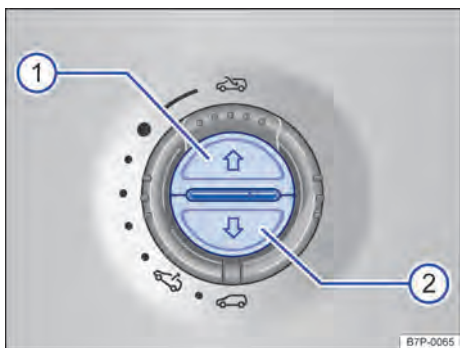

Fig. 264 No revestimento do teto dianteiro: botões para abrir ou fechar a cortina de proteção solar.
- Acionar o botão ⇒ Fig. 264 ② por aproximadamente 5 segundos e mantê-lo pressionado até que a cortina de proteção solar esteja completamente fechada.